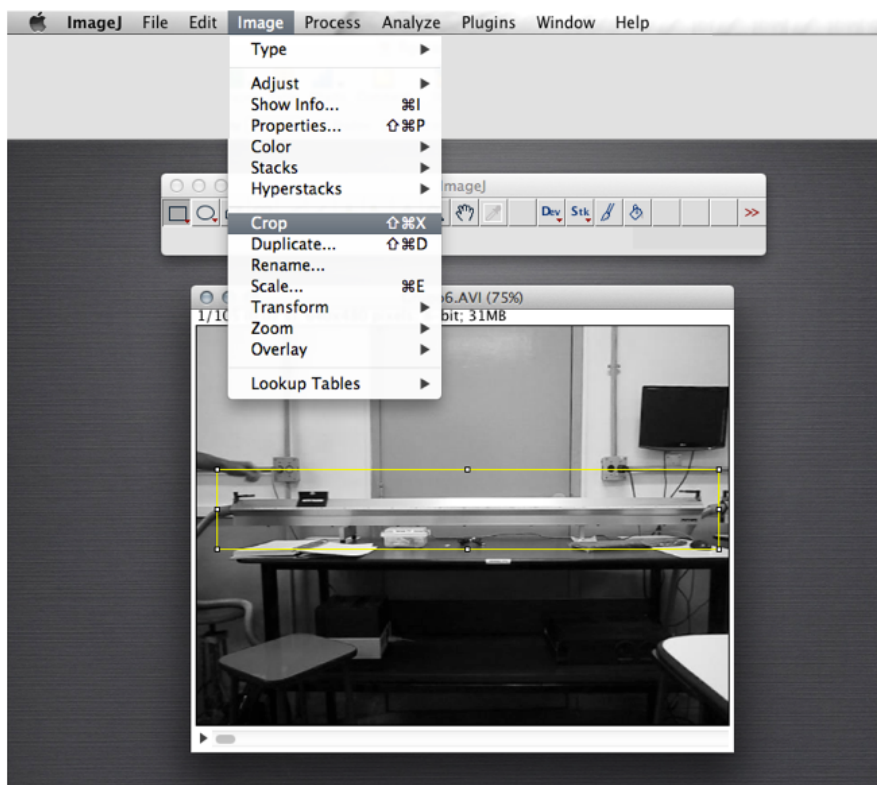
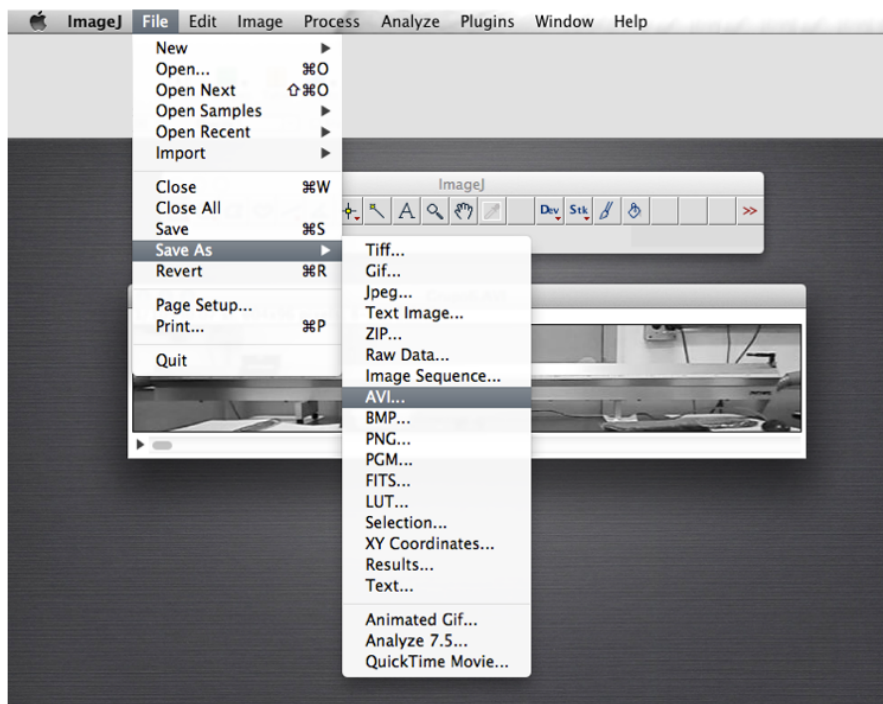

Figura E.6: ImageJ: recortando a imagem selecionada.
Figura E.7: ImageJ: salvando o filme no formato AVI
4. Uma vez selecionada a região de interesse vamos a proceder a recortar o filme. Para isto, escolha “Image” no menu principal e logo “Crop” (Figura E.6). Agora a imagem ficou menor e o filme contém só a informação relevante para a análise de dados. Antes de começar a tratar a imagem para o levantamento dos pontos automaticamente, vamos salvar esta filmagem em formato AVI. Para isto, escolha “File” no menu principal, logo “Save as” e clicar sobre “AVI ...” (figura E.7).